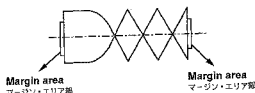

Fig. 3-2
- 1). Turn the P2 post (supply-side guide roller) clockwise using a wrench until the margin area on the envelope (supply-side) disappears, then turn the guide roller counterclockwise until the margin area reappears. (Fig. 3-2)
- 1). P2ポスト (入側ガイドローラー) を二股レンチにて右に回し、エンベロープの入側のマージン・エリア部がなくなるまで下げ、今度はガイドローラーを左に回し、マージン・エリア部が出るまで戻す。(図3-2)